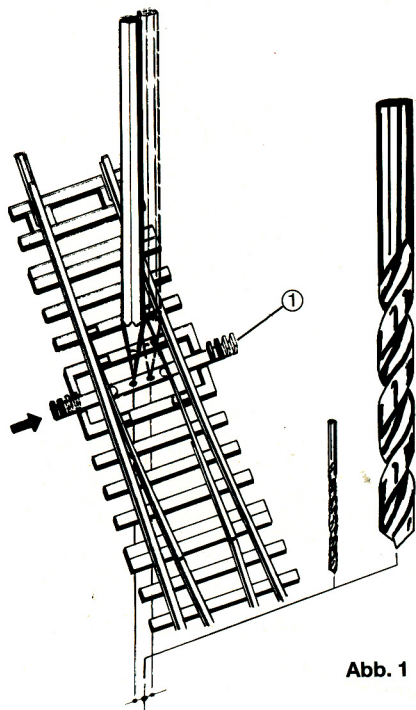

Abb. 1
Zur Montage des Unterflurantriebes muß in die Anlagenplatte eine Bohrung von 10 mm Durchmesser gebohrt werden. Vor Markierung des Bohrungsmittelpunktes wird die Weiche auf der Anlagenplatte in genaue Einbaulage gebracht. Anschließend wird durch die Stelldrahtbohrung der Stellschwelle (1) jeweils ein Markierungspunkt in linker und rechter Weichenstellung auf der Anlagenplatte angebracht (Abb.1). Nach Entfernen der Weiche wird in der Mitte der beiden Markierungspunkte der Bohrungsmittelpunkt festgelegt und evtl. mit einer Körnerspitze zur Bohrung vorbereitet. Vor Anlegen der 10mm Bohrung ist es ratsam, mit einem kleinen Bohrer (2,5 - 3 mm) vorzubohren.
A hole with 10 mm diameter must be drilled in the baseboard prior to mounting the motor. The turnout must be placed in exact position on the baseboard before the drill centre is marked. A marker point is made on the baseboard through the activator wire hole in the throwbar (1) in both right - and lefthand position of the turnout (fig. 1). After removal of the turnout, the centre of the hole to be drilled is marked halfway between the two marker points, if necessary, the drilling may be expedited by using a centre punch first. It is advisable to drill a smaller hole (2.5 - 3mm) before drilling the 10 mm hole.